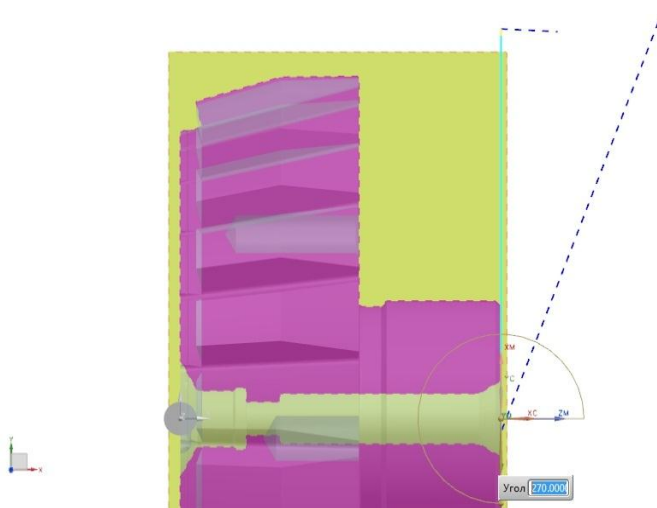

Рисунок 20 Генерирование области резания
10. Нажмите «Генерировать»  (рисунок 20).
FACING – это первая операция в программе (рисунок 20).